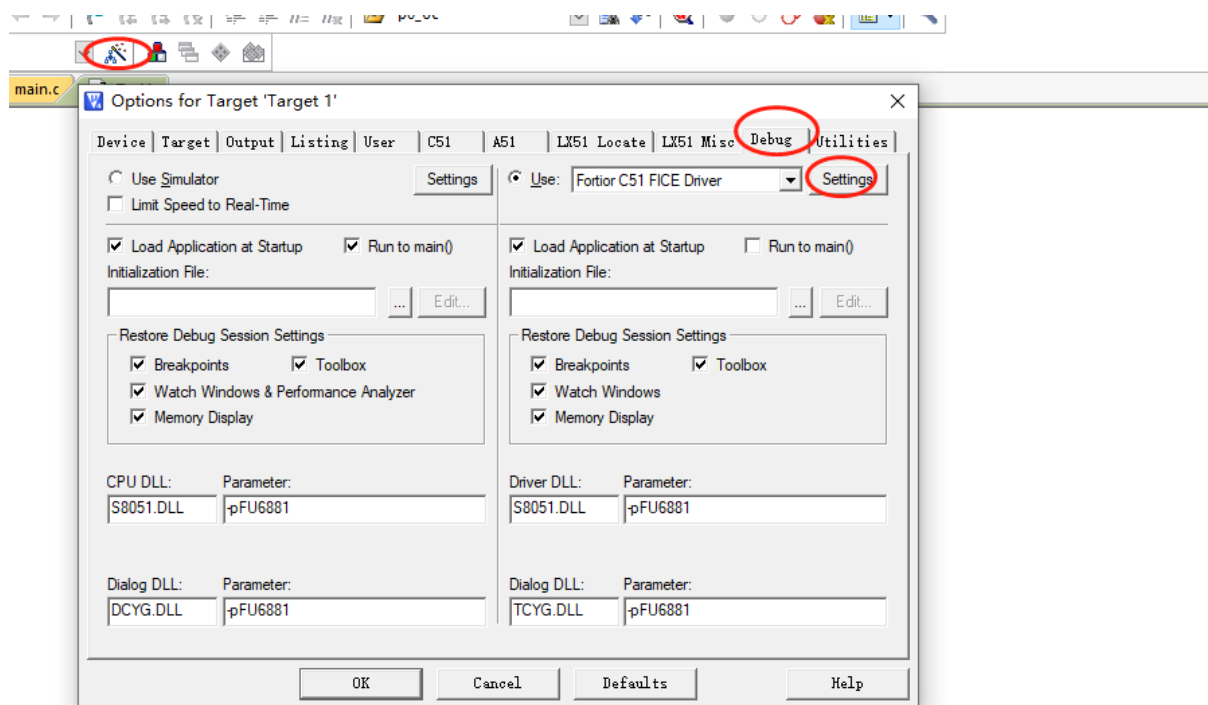

图 37-1 代码保护配置
1. 打开 8051 集成开发工具，编译前进入 Target Options 中并选择 Debug 选项卡，按照上图 37-1 所示进行选择，并点击 Settings 进入下一步设置；